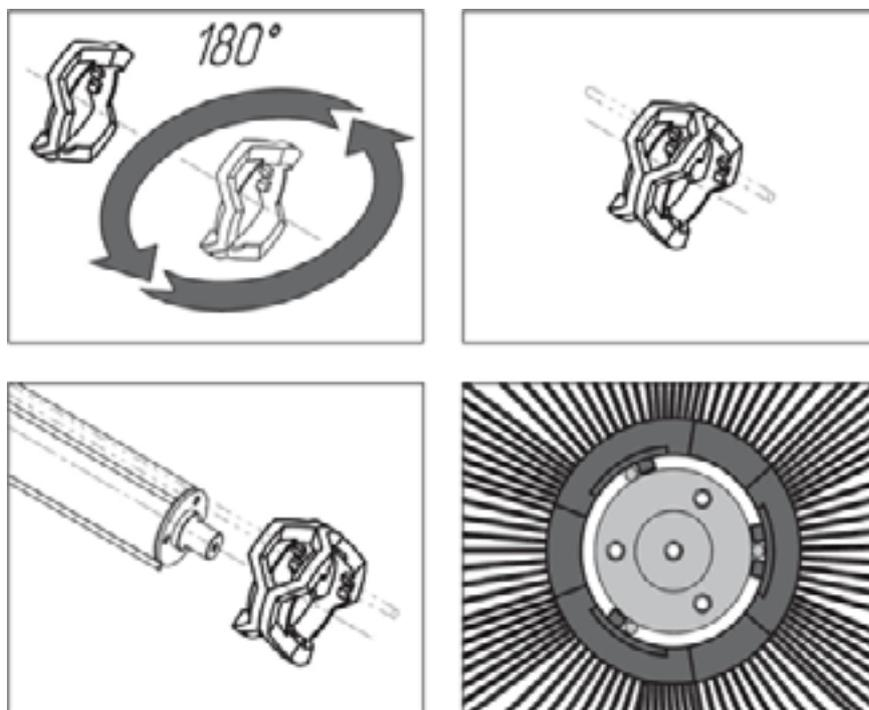

Рисунок 11 - Установка щеточных дисков на вал
5. Установите запасные щеточные диски подходящего диаметра, поворачивая каждый следующий диск на 180 градусов вокруг перпендикуляра к оси подментающего катка (Рис. 11)